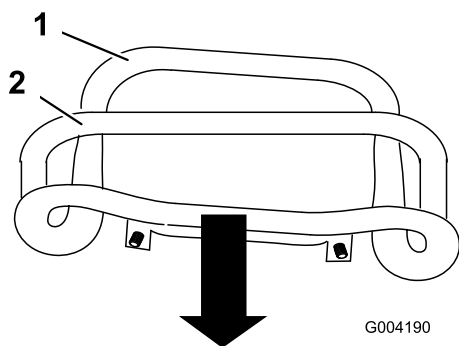

Figure 50
3. Tirez la commande de déplacement tout droit en arrière pour mettre l'avant en contact avec la barre de référence (Figure 50).